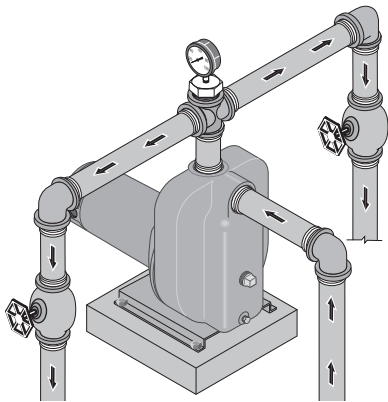

FIGURA 3 - DESCARGA MÚLTIPLE
La bomba está diseñada para un estanque, cisterna o lanzas. La descarga de la bomba puede dividirse para suministrar agua a dos(2) o más sistemas de aspersores. Un sistema de descarga de servicio múltiple recomendado se muestra en la Figura 3.